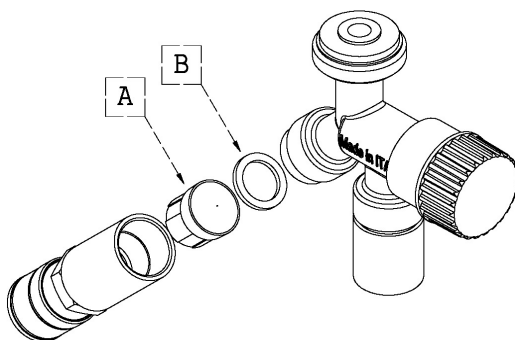

FIG 32
Tutti i Dispositivi della serie Bio Fluff sono dotati di un filtro ispezionabile, posto all'interno del raccordo innesto rapido del Rubinetto Compensatore (**FIG 32 Rif. A**).
N.B.: la cartuccia filtrante (**FIG 32 Rif. A**) è situata all'interno del raccordo innesto rapido e viene tenuta in posizione dalla guarnizione di tenuta (**FIG 32 Rif. B**).